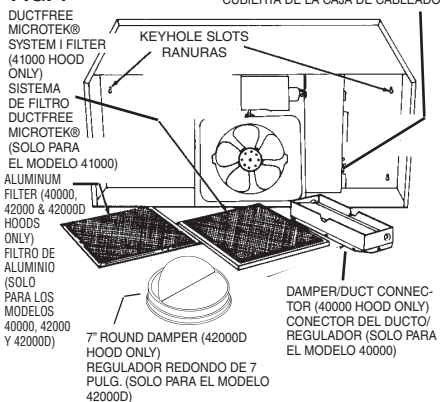

FIG. 2
3. Remove top or rear electrical knockout. (FIG. 2)
3. Retire el tapón eléctrico trasero superior. (Fig. 2)